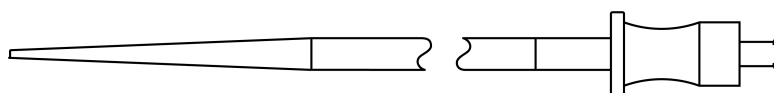

Figure 3 : Dilatateur
Le système de mise en place pulmonaire Edwards SAPIEN 3 (Figure 2) facilite la mise en place de la bioprothèse. Il se compose d'une gaine en ligne, d'un cathéter à ballonnet pour le déploiement de la valve cardiaque transcathéter Edwards SAPIEN 3, d'une tige externe et d'une capsule de valve pour couvrir la valve cardiaque transcathéter pendant l'insertion et le suivi jusqu'à la zone de déploiement prévue. Le système de mise en place inclut un embout fuselé pour faciliter le franchissement des structures cardiaques droites. La capsule de valve et l'embout fuselé sont recouverts d'un matériau hydrophile. Un marqueur visuel de la tige du ballonnet est présent pour faciliter la recapture du ballonnet. Un stylet est inclus dans la lumière du fil-guide du système de mise en place. Le dilateur recouvert d'un matériau hydrophile de 28 F (fourni avec le système de mise en place) est utilisé pour pré-dilater le vaisseau avant l'insertion du système de mise en place, si nécessaire (Figure 3).
- **Dilatateur (Figure 3)**